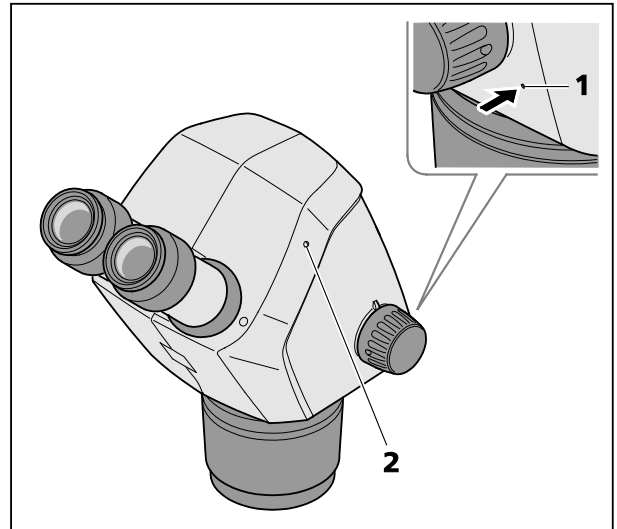

Fig. 10 Reset de la cámara integrada
- Dejar presionado el botón Reset (Fig. 10/1) por lo menos 10 segundos utilizando un sujetapapeles doblado hacia arriba.
Una vez terminada la inicialización de la cámara, el LED de estado emite luz permanente (Fig. 10/2).